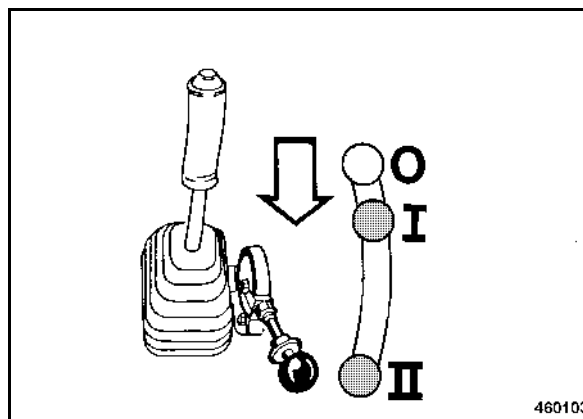

fig. 67
- Déplacer le levier de réglage du régime du moteur (fig. 67) sur position "I" (40 Hz) ou "II" (60 Hz) et l'enclencher.